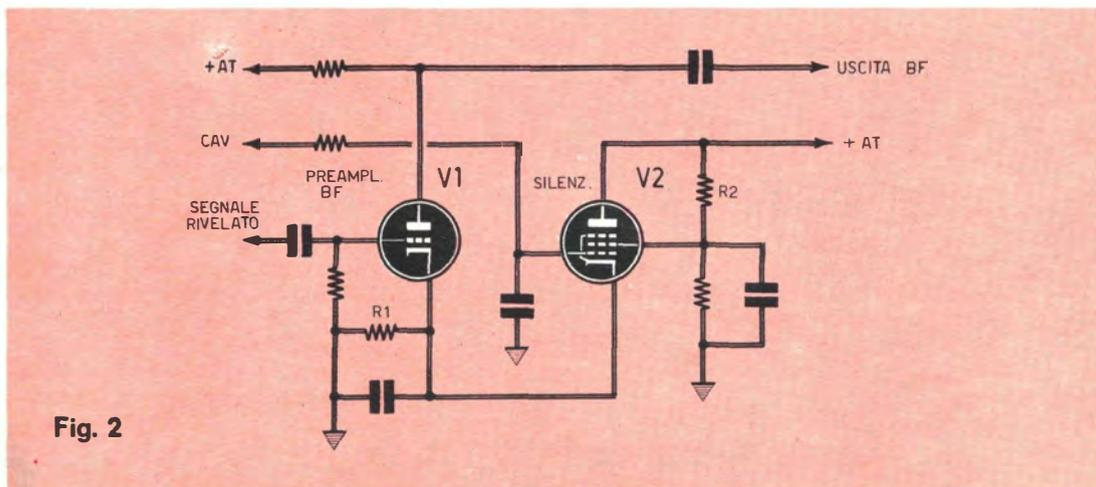

Fig. 2
**Fig. 2 -** Quando il circuito della sonda chiude il circuito di uscita dell'apparato di allarme, nessuna corrente fluisce attraverso il condensatore C1 ed il campanello. In pratica, attraverso il condensatore C1 non fluisce la corrente alternata, ma soltanto la componente reattiva di essa.